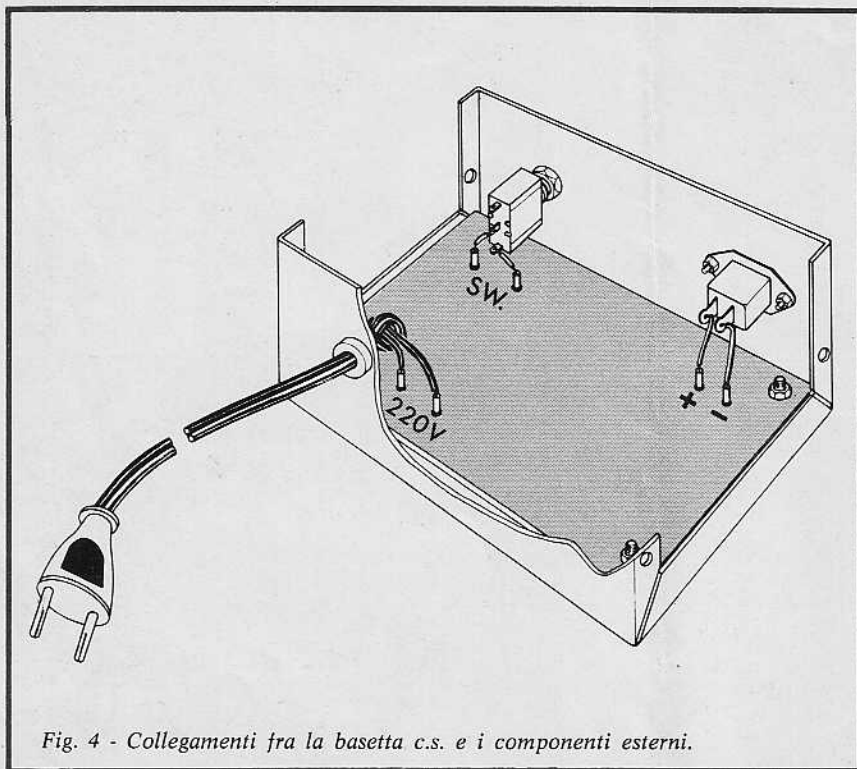

Fig. 4 - Collegamenti fra la basetta c.s. e i componenti esterni.
- Infilare nell'apposito foro posteriore del fondello il passacavo - Fig. 4.
- Infilare nel passacavo il cordone di alimentazione - Fig. 4.
- Fare un nodo al cordone di alimentazione dal lato interno del fondello, in modo che i due conduttori che lo costituiscono sporgano per circa 30 mm. Fig. 4.